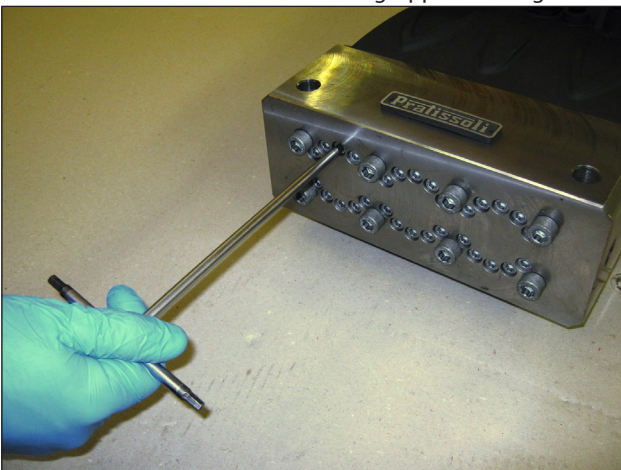

Abb. 16
- Lockern Sie die Befestigungsschrauben M6x75 der Buchsen am Kopf gemäß Abb. 16, um die Ventilgruppen freizugeben.